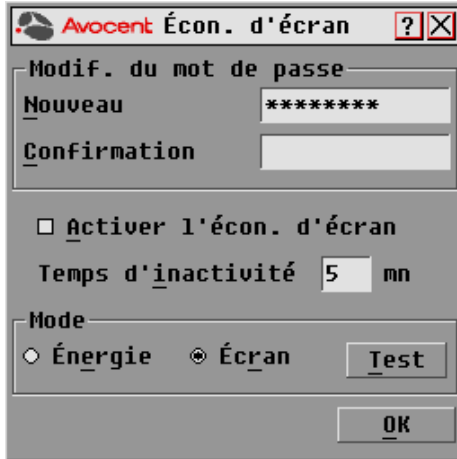

Figure 3.13 : Boîte de dialogue Écon. d'écran de l'interface OSCAR
2. Cliquez sur *Config. - Écon. d'écran* pour ouvrir la boîte de dialogue Écon. d'écran, comme indiqué à la Figure 3.13.